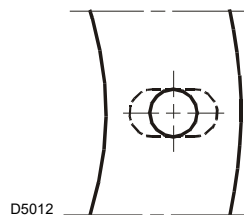

Fig. 8
- allargare, se necessario, i fori dello schermo isolante (Fig. 8), avendo cura di non danneggiarlo.